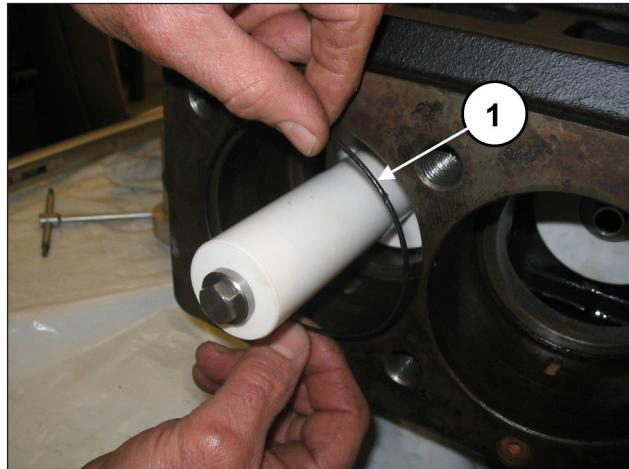
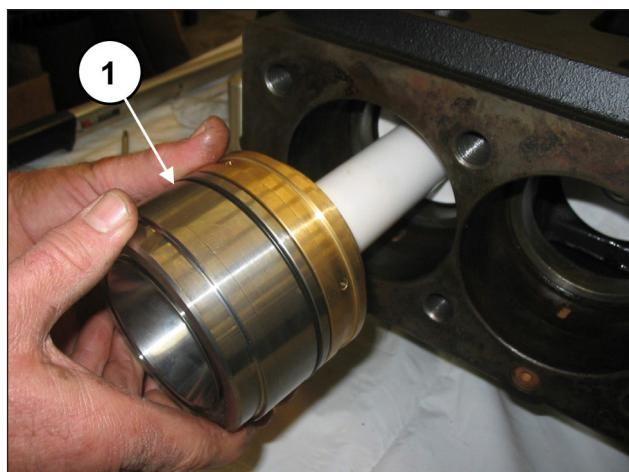

Fig. 139
Fig. 140
Insira o anel circular no interior do cárter da bomba (pos. ①, Fig. 139) e em seguida, o bloco da camisa - suporte do forro (completo pelo mesmo anel circular), anteriormente montado até a passagem (pos. ①, Fig. 140).